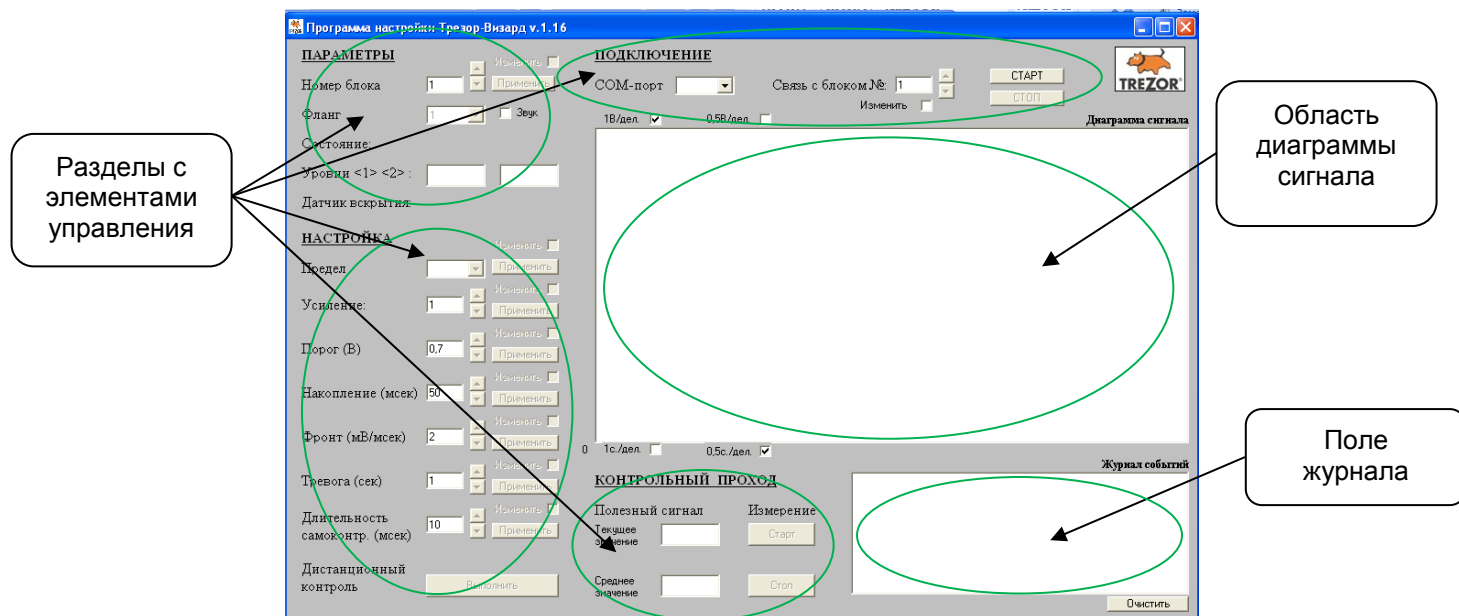

Рис.1
3.1. При запуске программы настройки на экране ПК отображается рабочая панель, где расположены область диаграммы сигнала, разделы с элементами управления и поле журнала событий (рис.1).